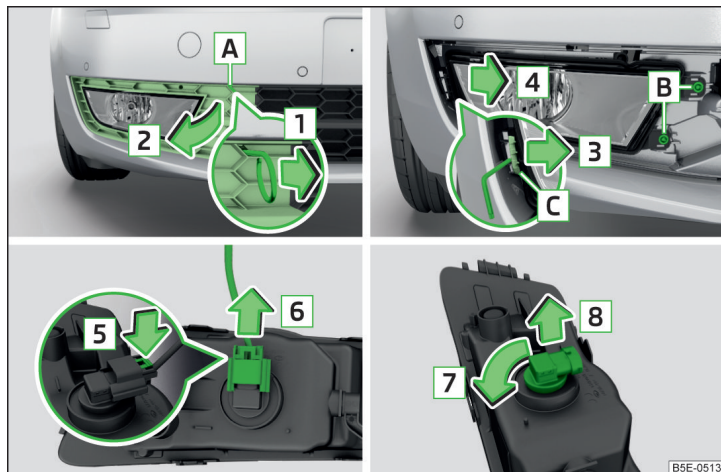

Fig. 334 Retirar el faro antiniebla / Cambiar la bombilla - Variante 1
- Introducir en la apertura **A** » fig. 334 el estribo para retirar los tapacubos integrales.
- Tirando el gancho en el sentido de la flecha **1**, retirar la rejilla protectora en el sentido de la flecha **2** » fig. 334.
- Monte el faro antiniebla en sentido contrario al de la flecha **4** » fig. 334 y enrósquelo.